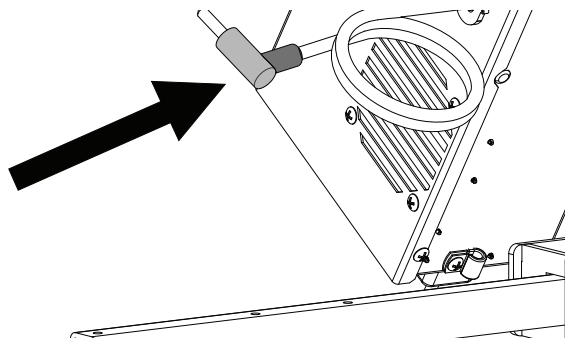

Figure 4
12. Brancher le cordon de raccordement du tire-câble à la prise de la pédale du tire-câble (Fig. 4).